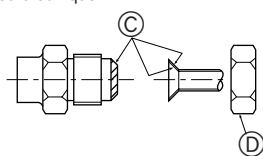

Fig. 4-1
4.2. Connexion des tuyaux (Fig. 4-1)
- Ⓐ (Fig. 4-1)
- Ⓑ (Fig. 4-1)